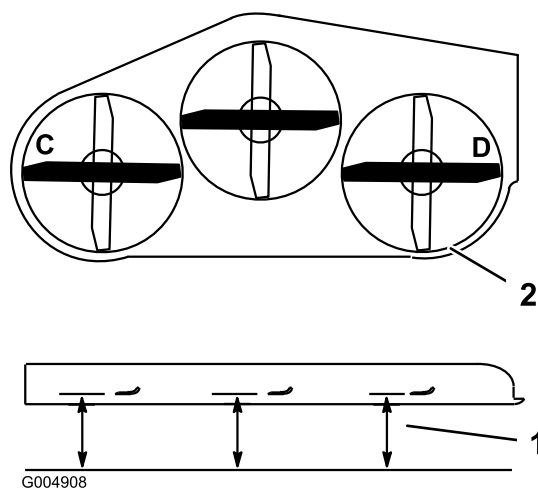
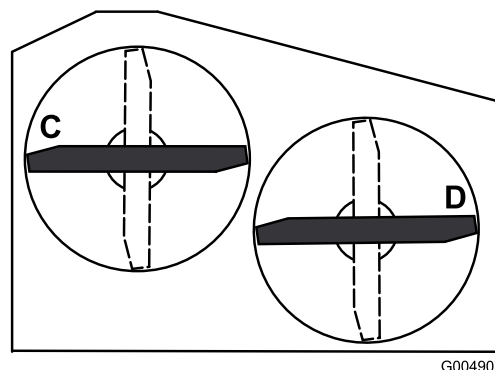

Figure 68
Figure 69
2. Tournez les lames jusqu'à ce qu'elles soient parallèles dans le sens transversal. Mesurez la distance aux points **C** et **D** (Figure 68) entre une surface plane et le bord coupant des pointes des lames. Pour les tabliers de coupe de 36 pouces, reportez-vous à la Figure 69.